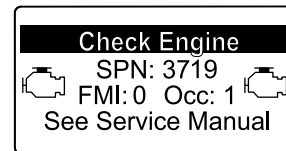

Figure 58
- Si une régénération de récupération est nécessaire, l'InfoCenter affiche l'avertissement SPN 3719, FMI 16 (Figure 58) et l'ordinateur du moteur réduit la puissance du moteur à 85 %.